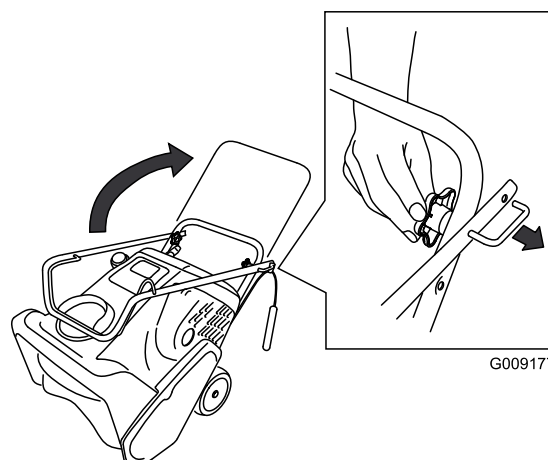

Figure 3
2. Desserrez les boutons, retirez les boulons et faites pivoter la partie supérieure du guidon à la position d'utilisation (Figure 3).